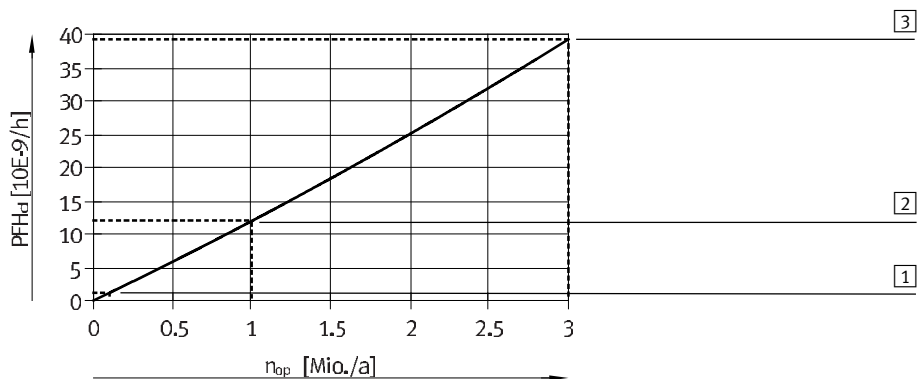

Fig. 11 Valeur PFHd en fonction du nombre moyen de cycles par an nop
Grandeurs caractéristiques <ul style="list-style-type: none"> <li>– catégorie max. pouvant être atteinte</li> <li>– niveau de performance max. pouvant être atteint</li> <li>– indice de longévité <math>B_{10}</math></li> <li>– couverture du diagnostic (DC)</li> <li>– probabilité d'une défaillance dangereuse par heure (<math>PFH_d</math>)</li> <li>– durée d'utilisation <math>T_M</math></li> <li>– composant éprouvé</li> </ul>	4  PL e 10 millions de cycles de fonctionnement 99 %, lorsque la combinaison logique de signal de pilotage et de changement de signal du capteur de proximité (attitude d'attente) est contrôlée à chaque commande des deux électrodistributeurs → Tab. 6 et Fig. 11  20 a Oui
Le bloc de commande représente un sous-système à deux canaux. Les valeurs caractéristiques de la technique de sécurité (→ Tab. 5) s'appliquent pour chaque canal. La valeur  $PFH_d$  du sous-système (→ Tab. 6 et Fig. 11) peut par ex. être calculée avec SISTEMA2) à l'aide des valeurs suivantes :